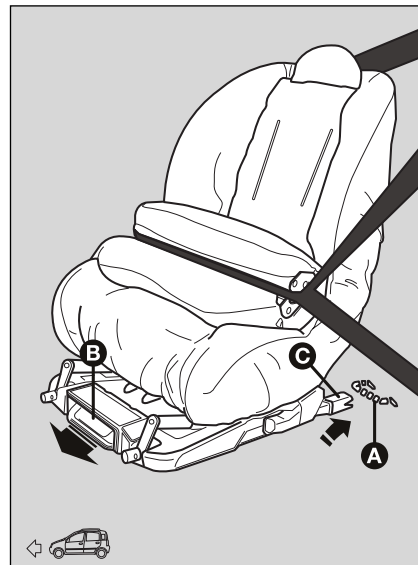

fig. 15
- s'assurer que le levier de décrochage **B-fig. 15** soit en position de repos (rentré);